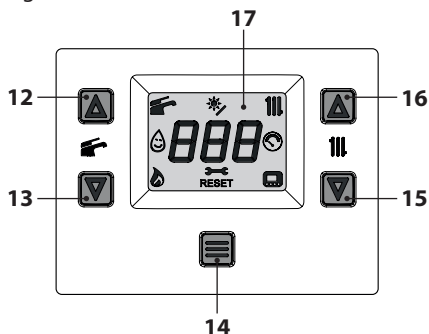

Figura 2.5
- Tenere premuto per 1 secondo il tasto 14 fino a far apparire sul display il simbolo  Figura 2.5.
La temperatura dell'acqua calda di mandata riscaldamento è regolabile agendo sui tasti 15 (diminuzione) e 16 (aumento) (Figura 2.5) da un minimo di circa 25°C ad un massimo di circa 80°C. Alla prima pressione di uno dei due tasti si ha la visualizzazione del valore di "set", alla seconda pressione si accede alla modifica.
Comunque se la temperatura ambiente non dovesse essere confortevole si può aumentare o diminuire la temperatura di mandata dell'impianto riscaldamento di  $\pm 15^{\circ}\text{C}$  agendo sui tasti 15 (diminuzione) e 16 (aumento) (Figura 2.5).
La temperatura dell'acqua calda sanitaria è regolabile agendo sui tasti 12 (aumento) e 13 (diminuzione) (Figura 2.5) da un minimo di circa  $35^{\circ}\text{C}$  ad un massimo di circa  $60^{\circ}\text{C}$ . Alla prima pressione di uno dei due tasti si ha la visualizzazione del valore di "set", alla seconda pressione si accede alla modifica.